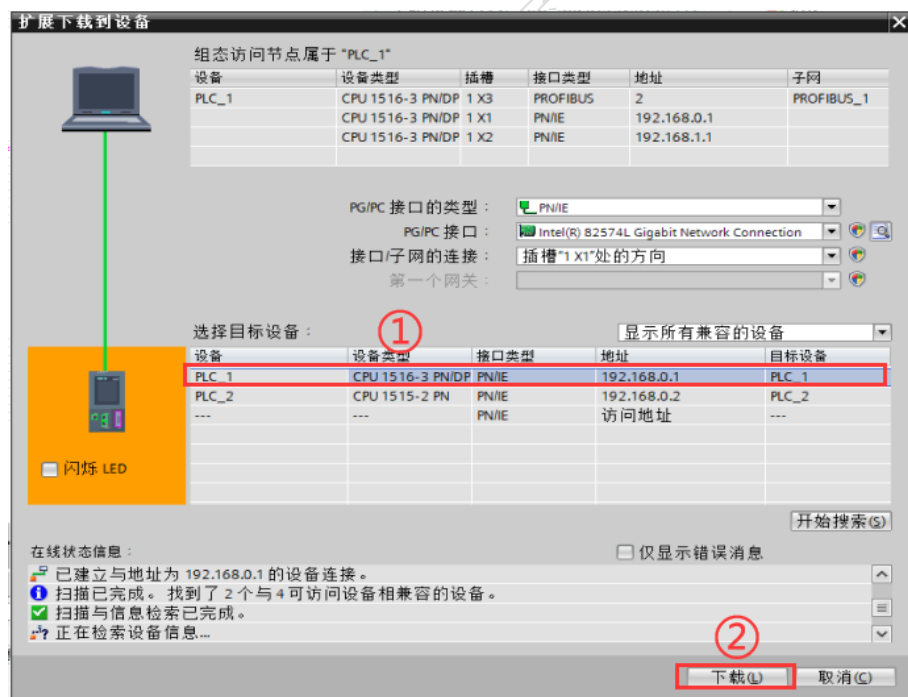

图 3.15 下载 PLC 组态配置（三）
- 在扩展的下载到设备界面中，从可访问设备中选中对应的设备，点击【下载】按钮进行下载程序，如图 3.15 所示。